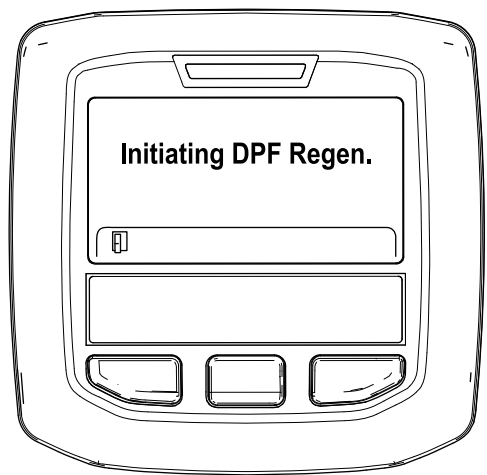

Figura 48
- A. Viene visualizzato il messaggio "Inizializzare Rigen. FAP" (Figura 48).